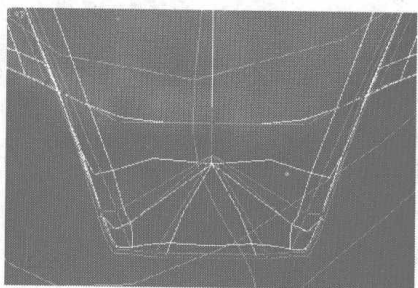
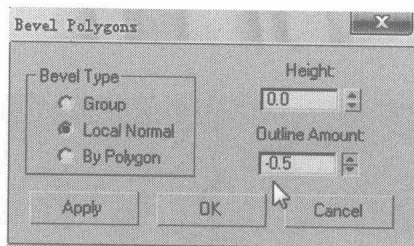
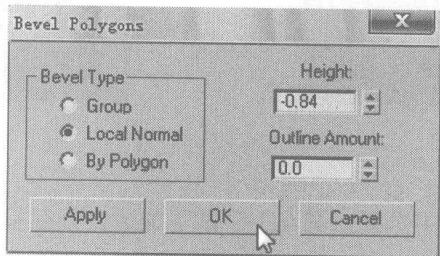

图 6.126
图 6.127
图 6.128
- 08 在快门手柄处添加一些细分线，并对各节点进行适当的调整，如图 6.126 所示，切换为面编辑，选择如图 6.127 所示的面，在 Edit Polygons 卷展栏中单击 **Bevel** 右侧的小按钮，在弹出的对话框中设置倒角参数，如图 6.128 所示。